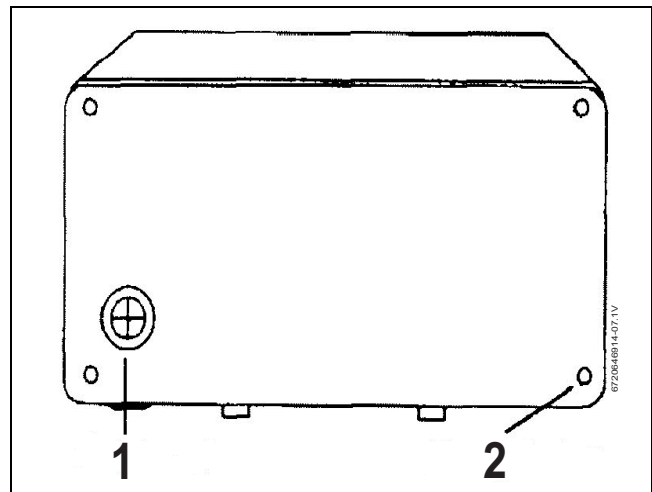

Fig. 8 Parte posterior de la unidad
- ▶ Si va por la parte posterior de la cubierta de la unidad, corte a través del ojal de la placa trasera con un cuchillo afilado. Asegúrese de no retirar la arandela de la placa posterior (Fig. 8):